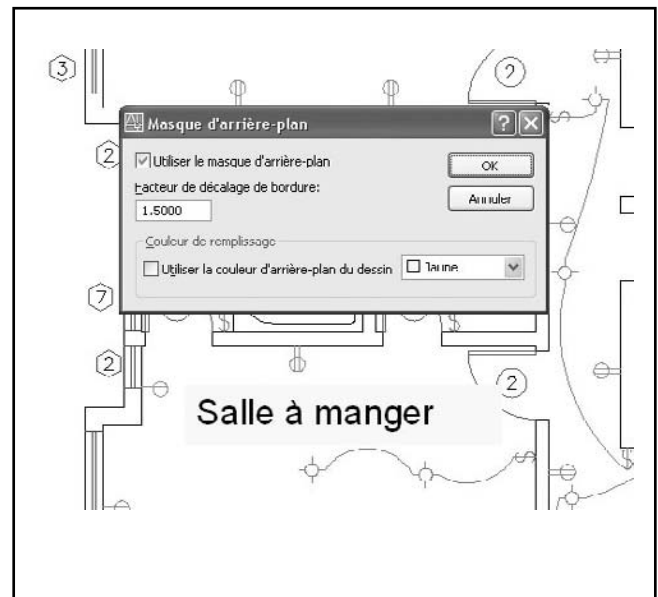

Fig.8.24
- 4 Entrer la valeur du facteur de décalage de bordure. La valeur se base sur la hauteur du texte. Un facteur égal à 1,0 correspond exactement à l'objet texte multiligne. Un facteur égal à 1,5 (facteur par défaut) agrandit l'arrière-plan de 0,5 fois la hauteur du texte (fig.8.24).